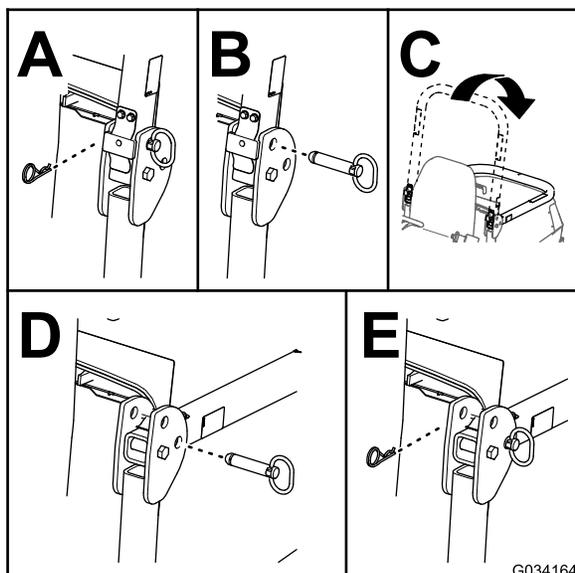

Figure 22
2. Retirez les goupilles fendues et les axes de l'arceau de sécurité (Figure 22).
3. Abaissez l'arceau de sécurité et fixez-le en position avec les axes et les goupilles fendues (Figure 22).